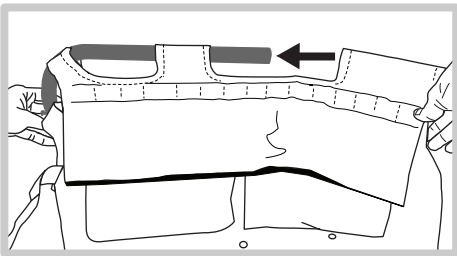

Figure 2
2. Faites glisser les sacoches sur les montants du Big Dummy de manière à ce que les manchons couvrent le montant supérieur et le jambage droit, les deux bandes Velcro réglables étant positionnées sur le jambage coudé avec les vis (figures 2, 3).